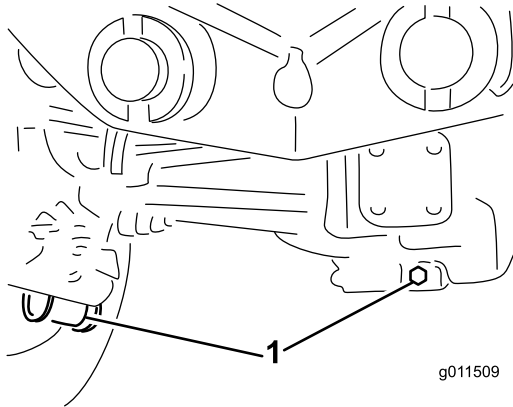

Bild 108
2. Reinigen Sie den Bereich um die drei Ablassschrauben, d. h. jeweils eine an beiden Enden und eine in der Mitte (Bild 108).